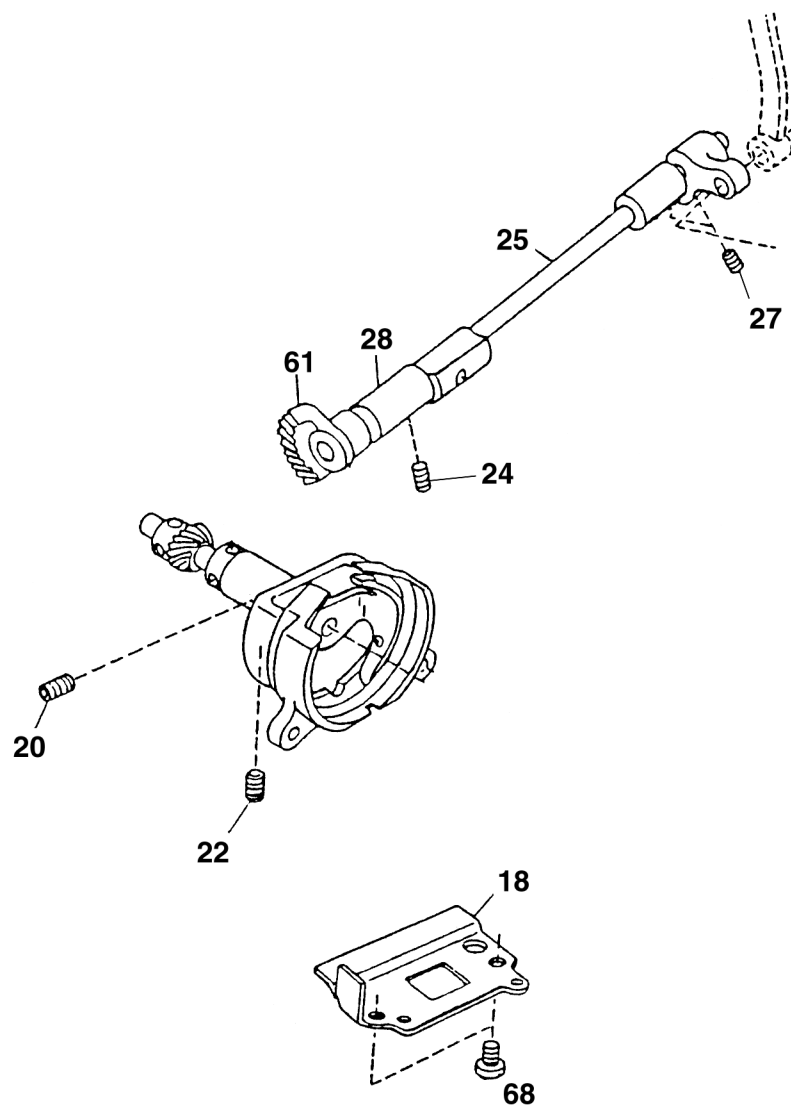

Рис. 30
- Снять пружину растяжения с защитной крышки приводного механизма 18 (рис. 30).